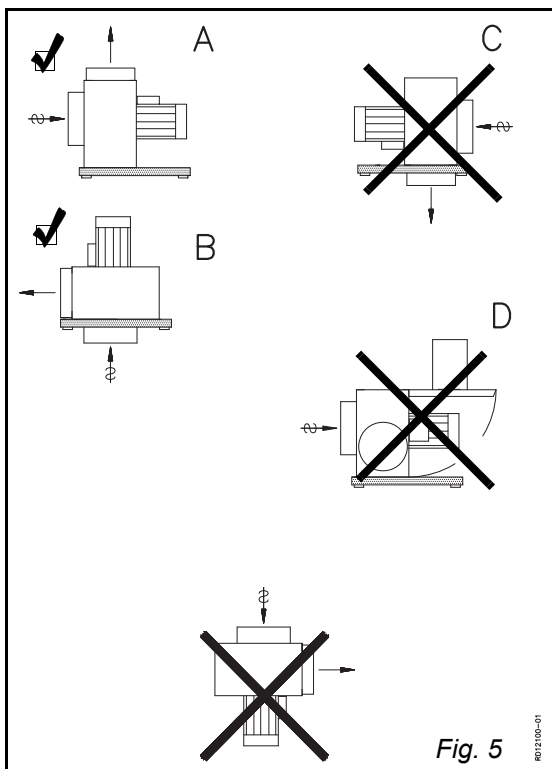

Fig. 5
**Monteringsmetode C og D kræver en specialbygget ventilator - kontakt EXHAUSTO (fig. 5).**